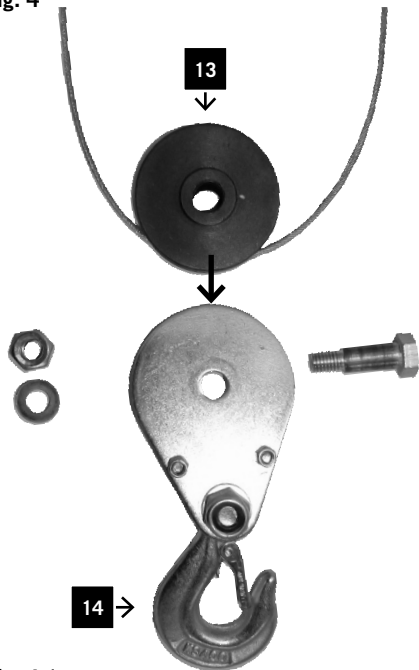

Fig. 4.1
Bæreevnen fordobles sig selv, og lasten bliver nu løftet af stålwirer (4). (fig. 4.1)